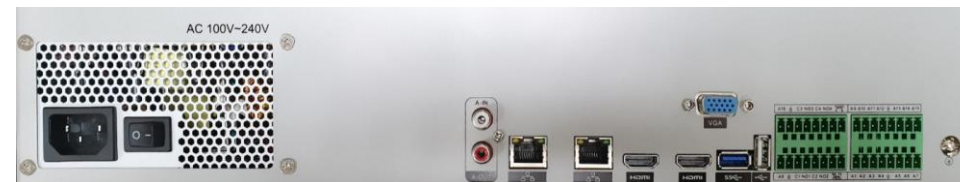

Рис. 1. Расположение разъемов на задней панели Прибора
2.1 Перед подключением необходимо определить место установки Изделия, чтобы был обеспечен доступ к разъемам и подводимым кабелям. На Рис. 1 показано расположение разъемов на задней панели Прибора: